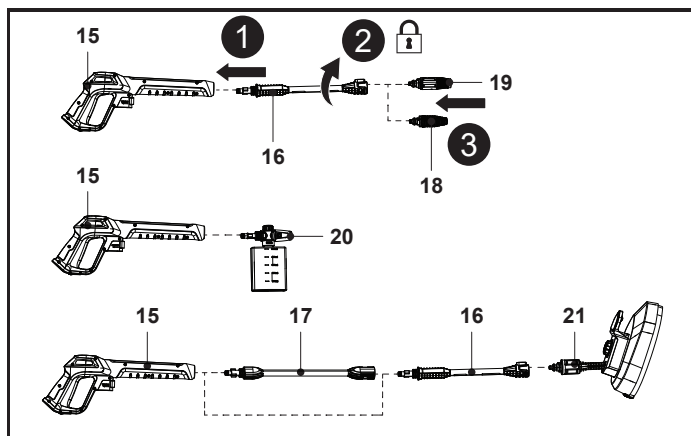

Fig. 5
1. Alinhe e insira a lança de extensão (16) na ranhura da pistola de pulverização (15) (Fig. 5, passo 1).
2. Empurre e rode a lança de extensão (16) para a direita para a pistola de pulverização (15) até que fique bem apertada à mão para a bloquear no devido lugar (Fig. 5, passo 2).
3. Alinhe os dois bocais com as ranhuras da lança de extensão (16) e, em seguida, insira o bocal turbo (18) ou o bocal variável (19) até ao final (Fig. 5, passo 3).
4. Alinhe os dois bocais do recipiente de detergente (20) com a pistola de pulverização (15) e, em seguida, empurre e rode o bocal do recipiente de detergente (20) para a direita para a pistola de pulverização (15) até ficar bem apertado à mão para o fixar na posição correta.
5. Pode montar a escova para pátio (21) na lança de extensão (16) e, em seguida, montar a combinação diretamente na pistola de pulverização (15) ou através do cabo extensor (17).